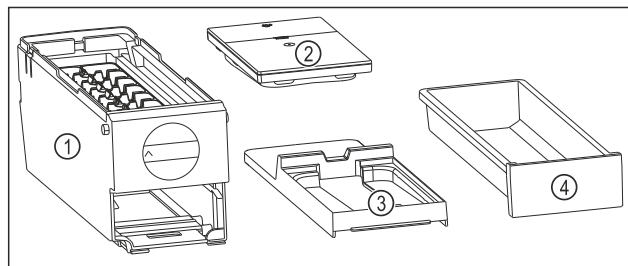

Fig. 143 Съставни части на EasyTwist-Ice
- ▷ EasyTwist-Ice е разглобен на четири части. (виж Fig. 143)
- ▶ Разглобявайте EasyTwist-Ice само на изобразените съставни части. (виж Fig. 143)
- ▶ Почистете корпуса на EasyTwist-Ice Fig. 143 (1) като едно цяло.